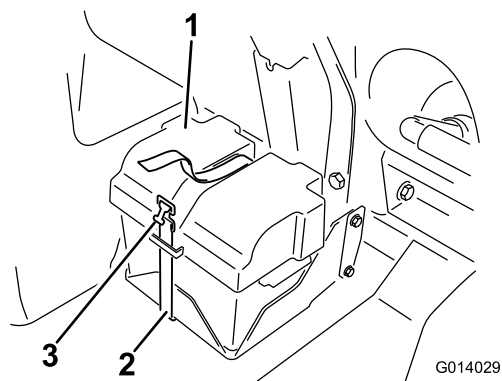

図 75
2. バッテリーについているカバーを外し 図 75、バッテリーの端子からマイナスケールを外す。